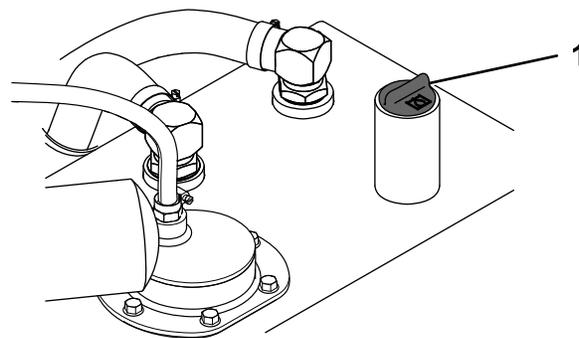

Рисунок 80
6. Очистите зону вокруг заливной горловины и крышки гидравлического бака (Рисунок 80).